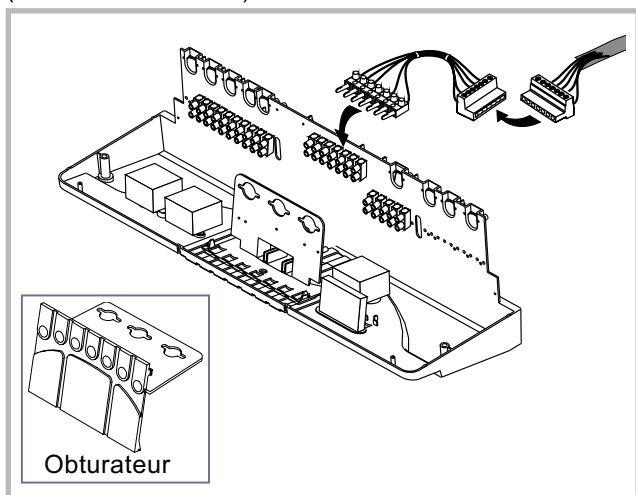

Figure 5 - Chaudière fioul, gamme 3000
- Enlever le couvercle de la chaudière, éventuellement basculer le tableau de contrôle (fig. 5).
- Mettre en place l'obturateur (fig. 5) fourni pour combitherm 3000, Pluton Sanit 3000 M et PlutonUnit Sanit 3000 M.
- Brancher le faisceau précâblé sur le connecteur à 7 plots du tableau de contrôle (fig. 5).